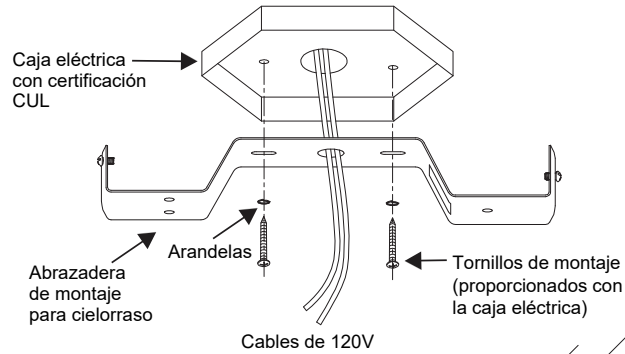

Fig. 4
Paso 1. Fije la placa de montaje del cielorraso a la caja de distribución eléctrica utilizando los tornillos y arandelas que se incluyen con la caja de distribución (**Fig. 4**).